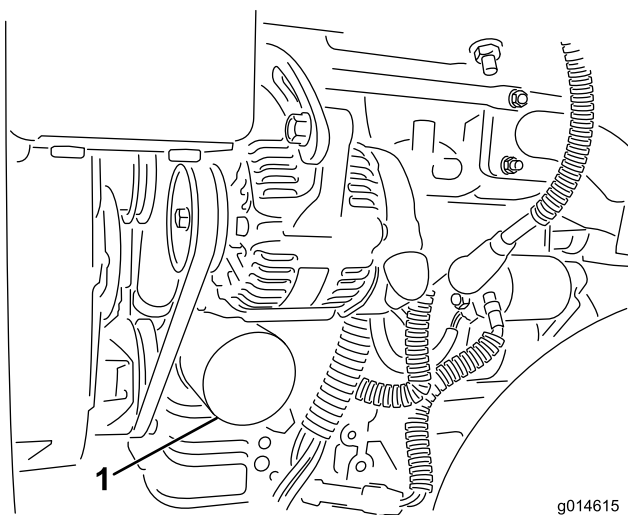

Figura 43
2. Retire el filtro de aceite (Figura 43). Aplique una capa ligera de aceite limpio a la junta del filtro nuevo.